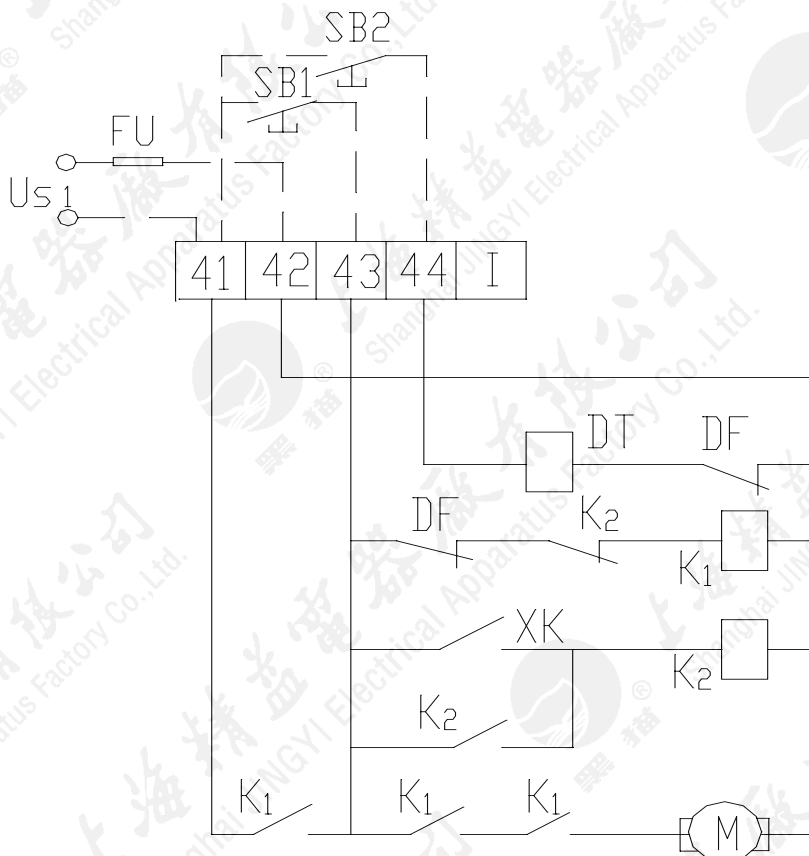

图 6 电动机操作控制电路接线图
电动机操作控制电路见图 6
6.2 断路器的外接接线端子为 41-52，其中 41-44 供电机操作控制电路用，其接线图见图 6，